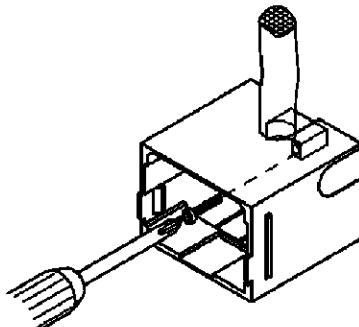

Abbildung 9 / Figure 9
14. Zugentlastung montieren (Abbildung 9).
14. Mount the cable clamp as shown in figure 9.